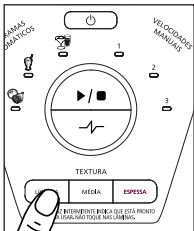

Fig. 21
3. Para alterar a seleção de textura, pressione um dos três botões para as seleções de textura apropriadas para sua receita (Fig. 21).